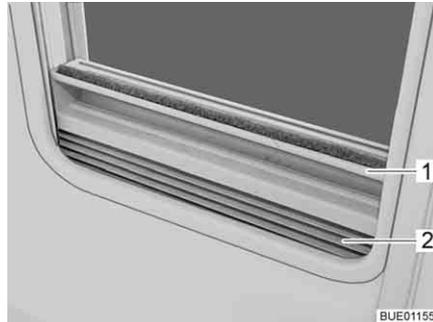

Fig. 43 Tendina oscurante pieghevole
- Afferrare la tendina oscurante pieghevole (Fig. 43,2) per la parte centrale della barra di presa (Fig. 43,1), tirarla dal basso verso all'alto e rilasciarla nella posizione desiderata. La tendina oscurante pieghevole rimane in questa posizione.